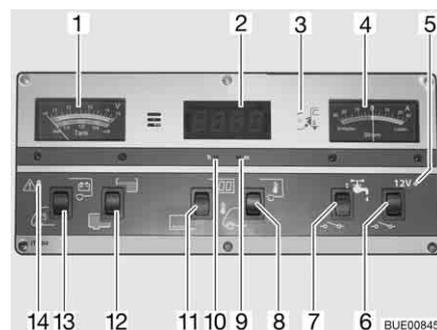

Fig. 155 Pannello di controllo IT 994
Per l'indicatore volt/serbatoio (Fig. 155,1) leggere la scala superiore. L'indicatore si illumina automaticamente appena viene premuto un interruttore.
- Premere l'interruttore a bilico (Fig. 155,13) in basso: Viene indicata la tensione della batteria di avviamento.
- Premere l'interruttore a bilico (Fig. 155,13) in alto: Viene indicata la tensione della batteria dell'abitacolo.
Per l'indicatore volt/serbatoio (Fig. 155,1) leggere la scala inferiore. L'indicatore si illumina automaticamente appena viene premuto un interruttore.
- Premere l'interruttore a bilico (Fig. 155,12) in alto: Viene indicato il livello del serbatoio dell'acqua.
- Premere l'interruttore a bilico (Fig. 155,12) in basso: Viene indicato il livello del serbatoio delle acque grigie.
La spia luminosa rossa ALARM (Fig. 155,14) inizia a lampeggiare non appena la tensione della batteria dell'abitacolo scende al di sotto di 11 V (misurazione durante il normale esercizio) con conseguente rischio che la batteria si scarichi troppo.
Accensione: ■ Premere l'interruttore a bilico (Fig. 155,11) in alto: L'indicatore dell'orologio digitale si accende. L'indicatore per la temperatura è pronto al funzionamento.
Spegnimento: ■ Premere l'interruttore a bilico (Fig. 155,11) in basso: L'indicatore dell'orologio digitale e l'indicatore di temperatura sono spenti.
Regolazione: ■ Premere con un oggetto sottile, p. es. con la punta di una matita, nell'apertura per l'indicazione delle ore (Fig. 155,10) finché non viene visualizzato il numero dell'ora desiderata.
■ Premere con un oggetto sottile, p. es. con la punta di una matita, nell'apertura per l'indicazione dei minuti (Fig. 155,9) finché non viene visualizzato il numero dei minuti desiderato.
Indicazione: ■ Premere l'interruttore a bilico (Fig. 155,8) in alto: Viene indicata la temperatura interna.
■ Premere l'interruttore a bilico (Fig. 155,8) in basso: Viene indicata la temperatura esterna.
Sullo strumento indicatore di corrente (Fig. 155,4) appare in permanenza la corrente attualmente erogata dalla batteria. L'indicatore si illumina automaticamente appena viene premuto un interruttore.
L'interruttore principale a 12 V (Fig. 155,6) inserisce o disinserisce il pannello di controllo e l'alimentazione a 12 V dell'abitacolo.
Accensione: ■ Premere l'interruttore a bilico (Fig. 155,6) in alto: L'alimentazione a 12 V dell'abitacolo è inserita. La spia di controllo (Fig. 155,5) diventa verde.
Spegnimento: ■ Premere l'interruttore a bilico (Fig. 155,6) in basso: L'alimentazione a 12 V dell'abitacolo è disinserita. La spia di controllo (Fig. 155,5) si spegne.
La spia di controllo a 12 V (Fig. 155,5) si accende non appena l'interruttore principale a 12 V (Fig. 155,6) viene inserito.
La spia gialla di controllo a 230 V (Fig. 155,3) si accende quando all'ingresso della centralina elettrica è presente una tensione di rete.
Accensione: ■ Premere l'interruttore a bilico (Fig. 155,7) in alto: L'alimentazione idrica è accesa.
Spegnimento: ■ Premere l'interruttore a bilico (Fig. 155,7) in basso: L'alimentazione idrica è spenta.